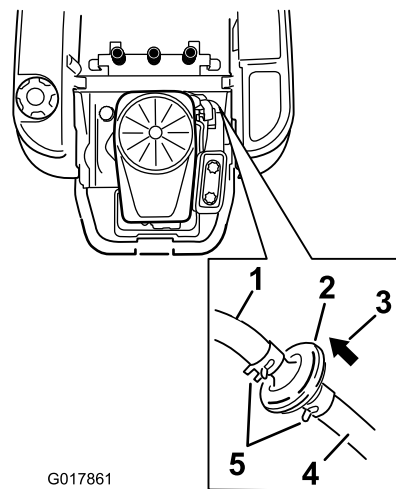

Figura 34
3. Levante el asiento y localice los filtros de combustible, según se muestra en Figura 34.
4. Apriete los extremos de las abrazaderas y deslícelas por el tubo alejándolas del filtro (Figura 34).
6. Instale un filtro nuevo – la flecha que indica el sentido de flujo debe apuntar hacia el motor. Acerque las abrazaderas al filtro (Figura 34) para sujetar éste.